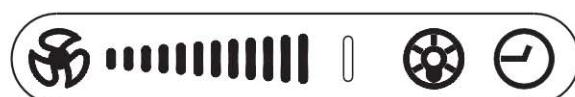

РИС.9
7.2.4 Сенсорный переключатель (рис.9) имеет три сенсорные области управления и индикатор, который показывает скорость вентилятора от